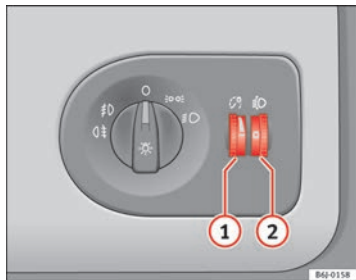

Fig. 52 Plancia portastrumenti: regolatori dell'intensità di illuminazione degli strumenti e degli interruttori e regolatore assetto fari
Quando le luci sono accese è possibile regolare l'intensità di illuminazione degli strumenti e degli interruttori servendosi della rotella zigrinata ⇒ fig. 52 ①.